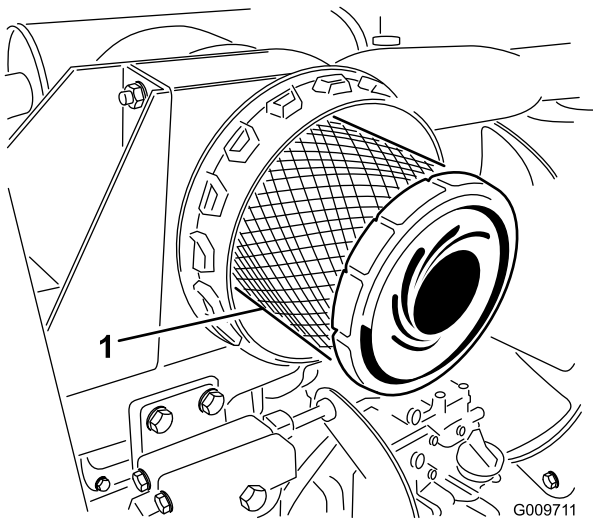

Figura 25
3. Retire y cambie el filtro primario (Figura 25).